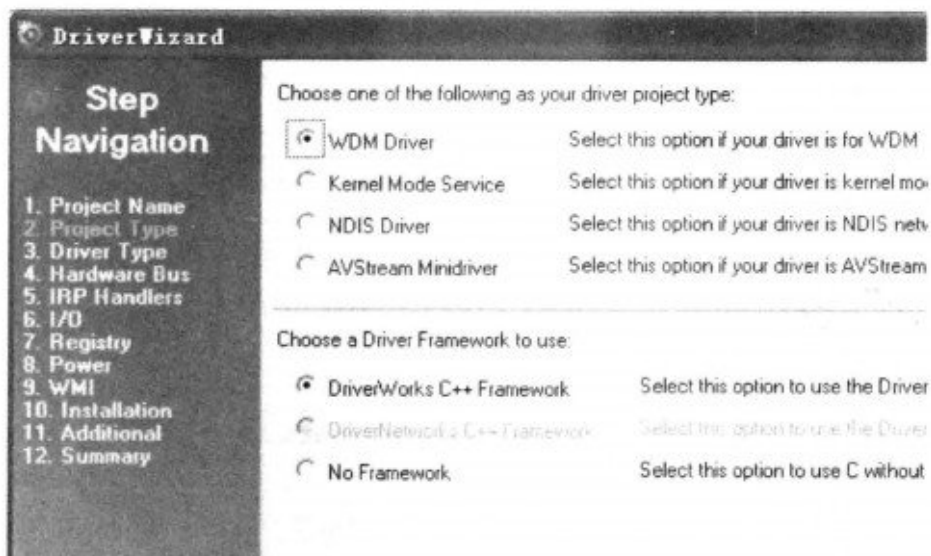

图 10.2.2 选择工程的类型
(2) 选择工程的类型。在弹出的设置工程类型对话框中选择 WDM 驱动(因为 USB 过滤驱动是属于 WDM 驱动), 如图 10.2.2 所示。驱动框架选择为 C++ 框架, 之后单击 Next 按钮。